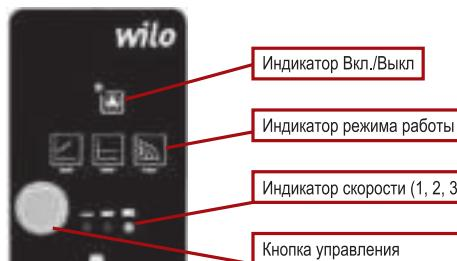

Рисунок 7 -
4.2.14 Котел оснащен циркуляционным насосом Wilo PARA 15-130/6-43/SC с тремя режимами работы. Заводские настройки режима работы циркуляционного насоса – «Постоянная скорость - III». При включении насоса светит индикатор работы насоса, режима работы  и индикатор III скорости (см. рисунок 7).
4.2.18 Переключение между режимами и скоростями работы насоса выполняется с помощью кнопки управления (см. рисунок 7).